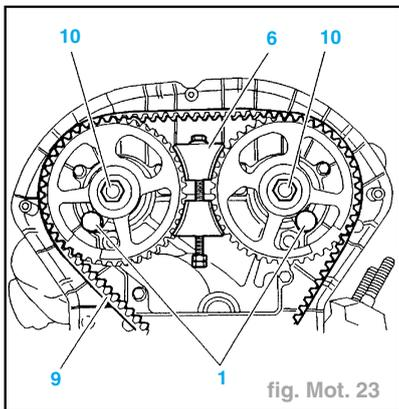

fig. Mot. 23
- la poulie (5).
- le carter inférieur de distribution (6).
- la vis (4) de la poulie de vilebrequin (serrer modérément).
- l'outil (3).
- l'outil (5).
- la vis colonnette (8).
- Poser l'outil (6) (immobilisateur de poulies d'arbres à cames ; référence : 4200-TG) (fig. Mot. 23).
- Desserrer les vis (10).
- Déposer l'outil (6).
- Desserrer le galet tendeur (7).
- Déposer la courroie de distribution (9).